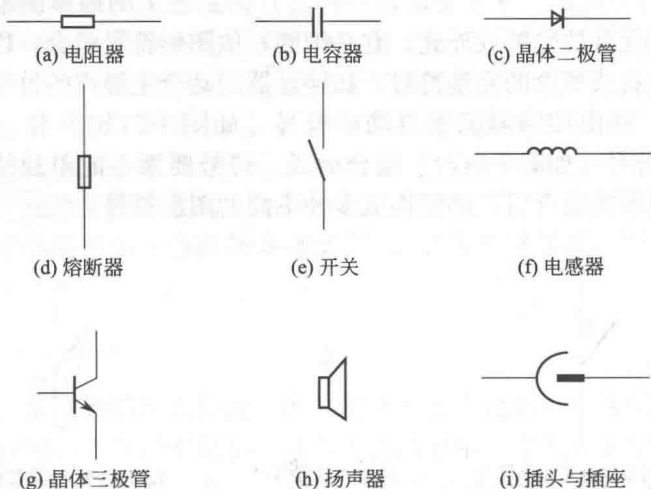

图 1-3 常用元器件的一般符号
② 一般符号 一般符号用以表示某一类产品或此类产品特征的一种简单符号。一般符号可直接应用，也可加上限定符号使用。如“○”为电动机的一般符号，“□”为接触器或继电器线圈的一般符号。图 1-3 所示为一些常用元器件的一般符号。